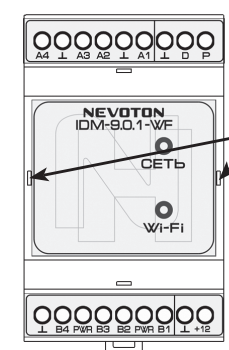

Рисунок 7. Места установки шлица отвертки в гнезда фиксатора
Крышка лицевой панели (5) обеспечивает доступ к кнопке RESET перезапуска Устройства, расположенной на плате Устройства, внутри корпуса (рис. 7).
- установить шлиц отвертки в гнездо фиксатора (слева или справа, рис. 7) на лицевой панели Устройства;
- поддеть съемную крышку лицевой панели (5) вверх.